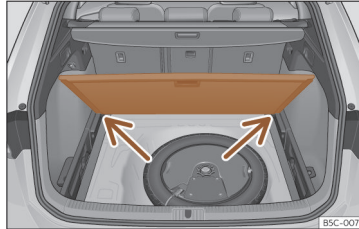

Fig. 124 Podeaua mobilă a portbagajului:
- Așezați podeaua în punctele destinate >>> fig. 124 (săgeți).